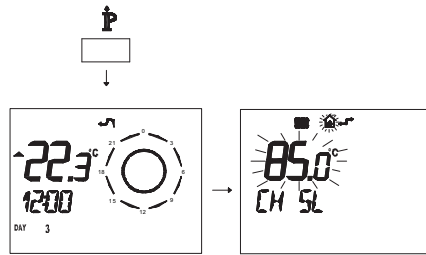

Figura 5.40
- Pulse durante más de 3 segundos el botón **IP** para entrar en la modalidad **INFO** (Figura 5.40).